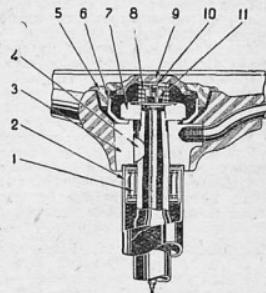
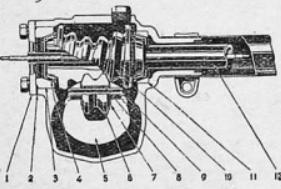

Рис. 2
Рис. 1
**Устройство и действие.** Конструкция и взаимодействие частей рулевого механизма понятны из рис. 1. Передаточное отношение рулевого механизма 16,5:1.
Червяк руля 10 напрессован на пустотелый вал 12, на который с другого конца крепится рулевое колесо (рис. 1). В свою очередь ролик 6 укреплен в пазу массивной головки вала сошки 5, имеющей на противоположном конце шпильки для посадки сошки 13 (рис. 1).
Червяк рулевого механизма работает в двух конических роликовых подшипниках 4 (рис. 1), расположенных по его концам.
Наружное кольцо верхнего роликового подшипника 11 (рис. 1) чер-
вяка запрессовано в картер руля. Наружное кольцо нижнего роликового подшипника 3 (рис. 1) используется для регулировки затяжки обоях подшипников и поэтому имеет в картере скользящую посадку.
Регулировка затяжки осуществляется изменением числа прокладок 2, зажатых под нижней крышкой 1 (рис. 1) картера руля, управляющей непосредственно в торец колца нижнего роликового подшипника.
Как уже было отмечено вначале, червяк напрессован на нижний конец пустотелого вала. Верхний его конец (рис. 2) центрируется роликовым подшипником 4, установленным в рулевой колонке, непосредственно по рулевым колесом.
Рулевое колесо своей ступицей 3 посажено на конце вала червяка, фиксируется на нем шпонкой 4 и затягивается гайкой 7 (рис. 2). Рулевой механизм вращается на оси 9, запрессованной в массивную головку вала сошки 5 (рис. 1). В отверстии ролика, между его стенками и осью, имеется игольчатый подшипник 8 (рис. 1).
Между гордами ролика и стенками паза головки вала сошки находятся каленые, стальные, калибранные прокладки 7 (рис. 1) гладкой притертой поверхностью.
Ролик 6 (рис. 1) плотно сидит на своей оси в пазу вала, не имея никакой осевой "игры". Правильно собранный ролик под действием руля должен проворачиваться свободно и совершенно плавно.
Вал сошки 5 (рис. 1) кованый из хромистой стали. Его шлифованная цилиндрическая часть работает в двух бронзовых втулках 14 (рис. 1), запрессованных в картер руля.
Осевые перемещения вала сошки ограничиваются с одной стороны бронзовым, регулировочным винтом 16 (рис. 1), сидящим в боковой крыльце картера руля и упирающимся в шлифованный торец вала, а с другой — металлическими регулировочными прокладками 15 (рис. 1), находящимися между зад-
ним, торцом головки вала сошки и стенкой картера. Прокладки применяются двух толщин: 0,23—0,28 мм и 0,72—0,80 мм (.009"—.011" и .0285—.0315"). Для регулировки зазора в зацеплении червяка с роликом меняют количество прокладок 15 и соответственно подворачивают регулировочный винт 16 (рис. 1), перемещая таким образом вал сошки и сидящий в нем ролик.
Как видно из рис. 1, ролик руля 6 не лежит в одной вертикальной плоскости с червяком, а несколько свинчив. Поэтому при перемещении ролика в сторону червяка уменьшится расстояние между центрами этой пары и естественно уменьшится зазор в ее зацеплении.